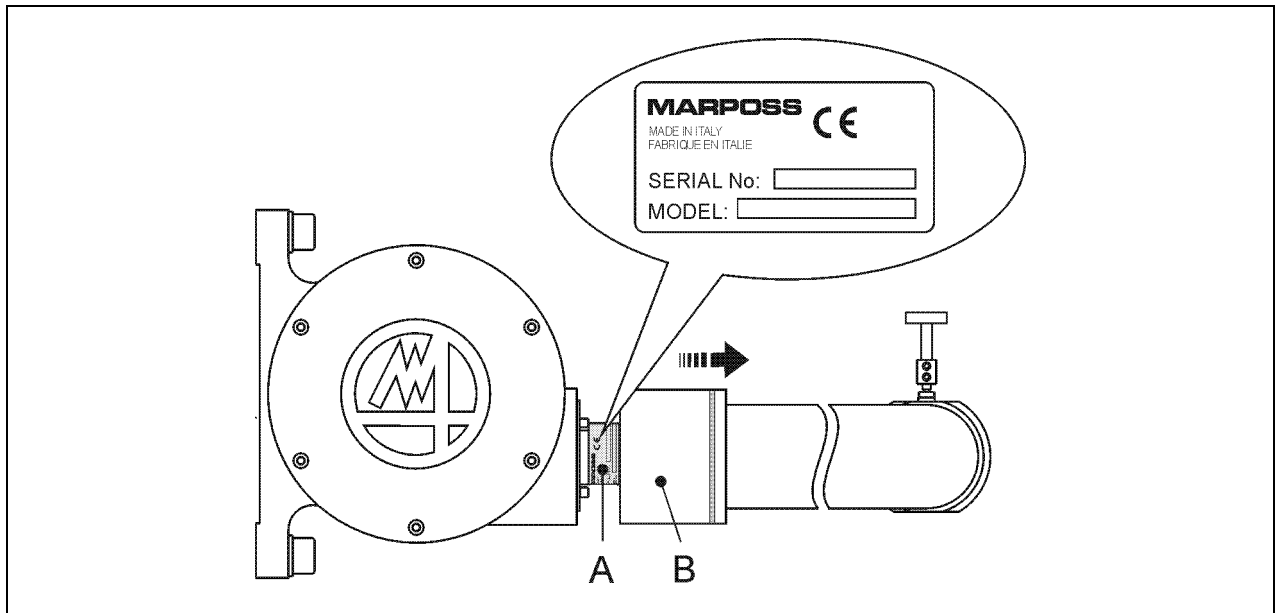

Abbildung 3-2. Kennschild des *MIDA TOOL EYE ELECTRIC* Arms
Am *MIDA TOOL EYE ELECTRIC* Arm ist in geschützter Position ein Kennschild mit der Codenummer (MODEL) und der Seriennummer (SERIAL No) des Arms angebracht. Das Schild (A) ist sichtbar, wenn der Schutz (B) zurückgeschoben wird (Abbildung 3-2).